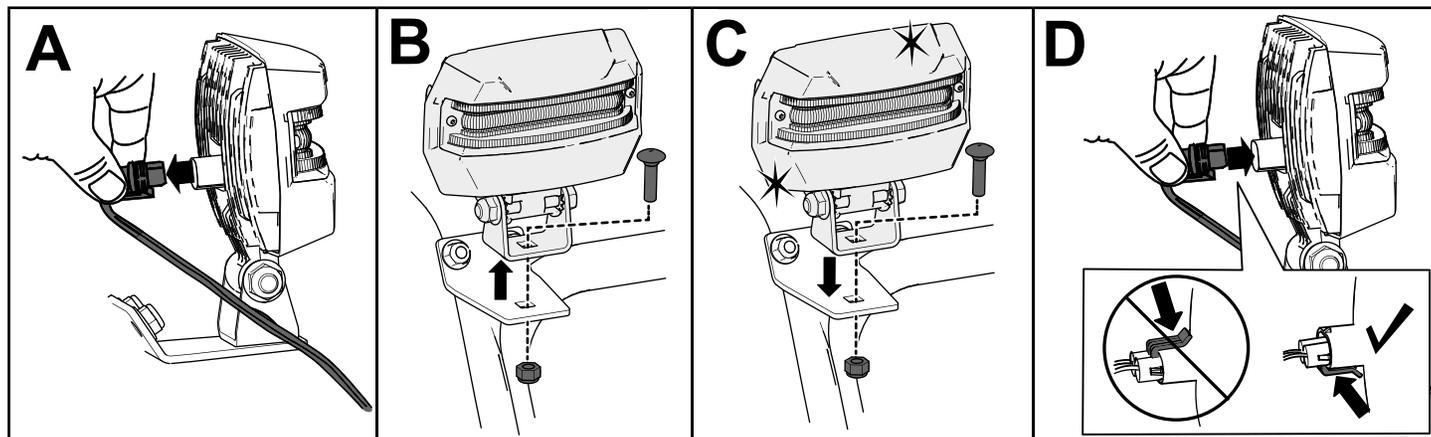

Рисунок 38
- Отсоедините разъем провода фары с тыльной части фары (вид А на Рисунок 38).
- Отверните болт и гайку, которые крепят фару в сборе к кронштейну фары, затем снимите старую фару в сборе (вид В на Рисунок 38).
- Прикрепите новую фару в сборе к кронштейну фары с помощью ранее снятой гайки и болта (вид С на Рисунок 38).
- Вставьте разъем провода фары в тыльную часть фары до его надежной фиксации на месте (вид D на Рисунок 38).